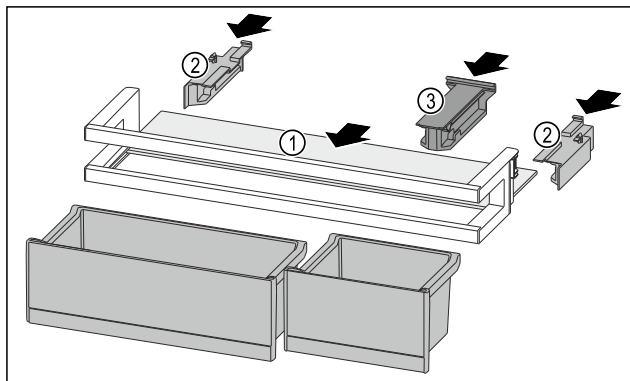

Fig. 245
- Futni raftin mbajtës Fig. 245 (1) në folëtë anësore.
- Vendosni pjesët anësore Fig. 245 (2).
- Vendosni pjesën mbajtëse Fig. 245 (3).